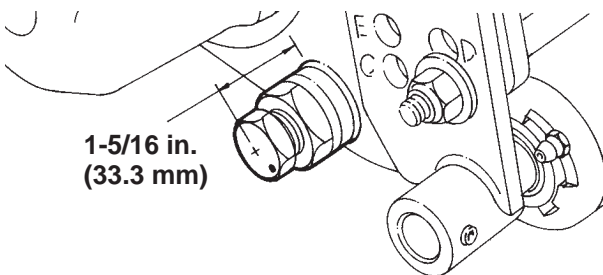

図14
2. ベッドバーの左側で、ベッドバーとサイドプレートとの間にプラスチック・ワッシャをはさみ、ジャムナットとサイドプレート、ベッドバーにピボット・ボルトを締め込んでゆく。ピボット・ボルトの上面からサイドプレートまでの距離が33.3 mmになり、頭部についているポチが後ろ向きになったところで締め付けを止める。この時点ではジャムナットはまだ締めない（図14）。